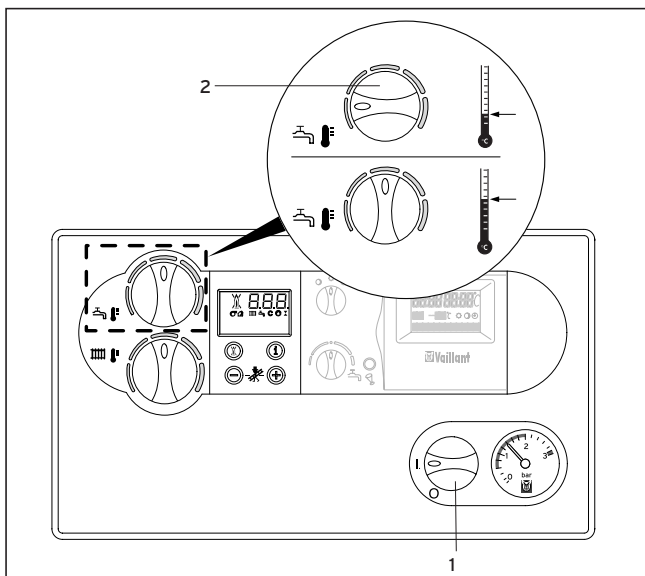

Fig. 3.8: Producción de agua caliente con los aparatos VM
3.3.4 Producción de agua caliente sanitaria con los aparatos VM (Fig. 3.8)